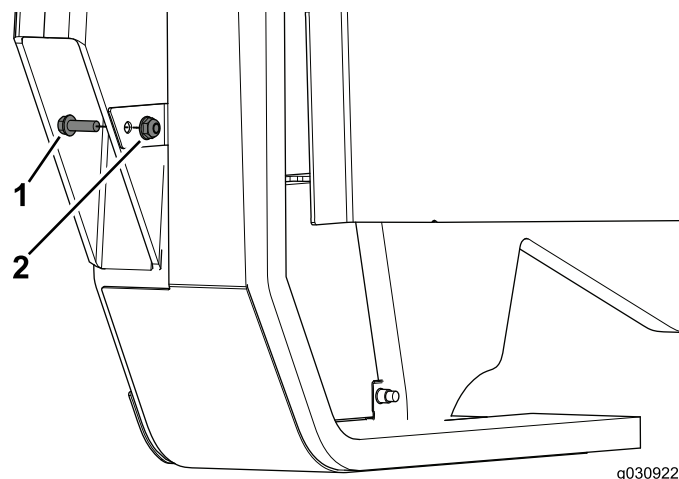

Figura 28
4. Utilizzate il bullone (1/4 x 3/4 poll.) e il dado flangiato per completare l'installazione del gruppo pannello (Figura 28).